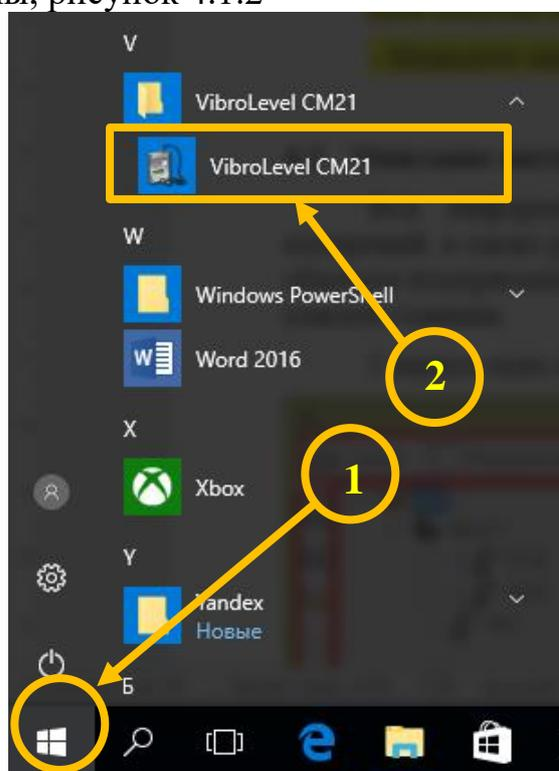

Рисунок 4.1.2
2. Выбрать из списка программ «VibroLevel CM-21» и выполнить запуск программы, рисунок 4.1.2